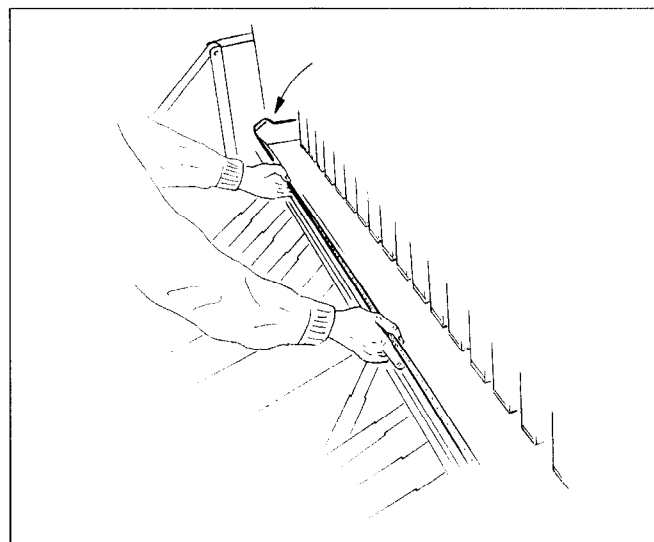

Fig. 6.7
- Posez les augets d'étalonnage (fig. 6.7) sur les barres porte-entonnoirs.